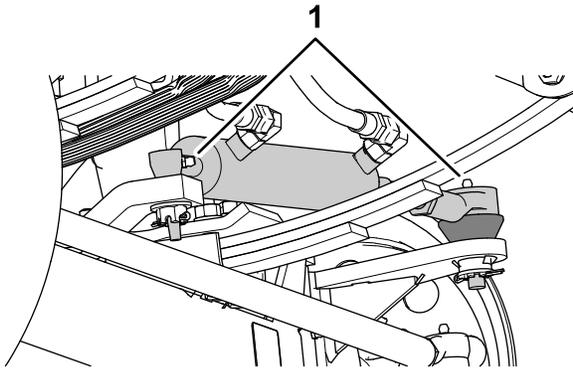
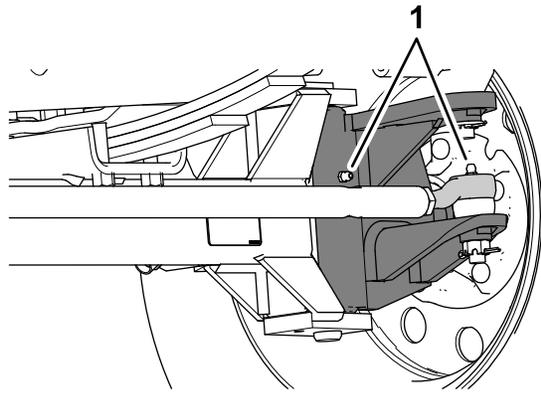

Figura 63
Figura 64
1. Limpe os bocais de lubrificação (Figura 63 e Figura 64).
2. Introduza o lubrificante nos bocais de lubrificação (Figura 63 e Figura 64).
Nota: As posições dos bocais de lubrificação estão ilustradas na Figura 63.